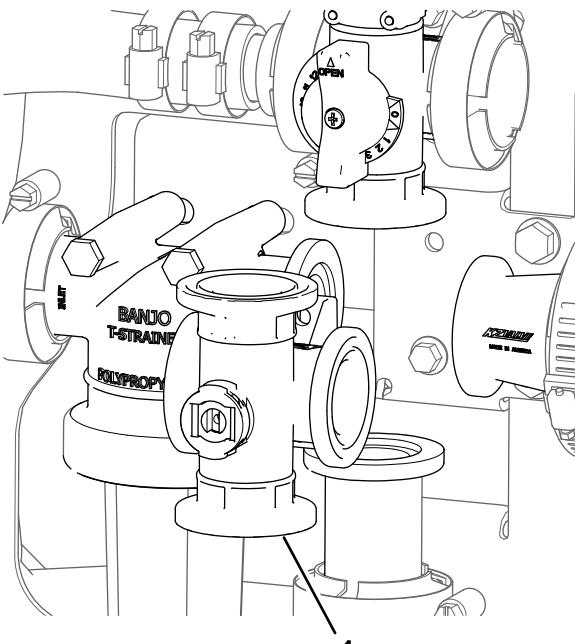

Figura 135
- Retire o coletor da válvula de agitação da máquina (Figura 135).